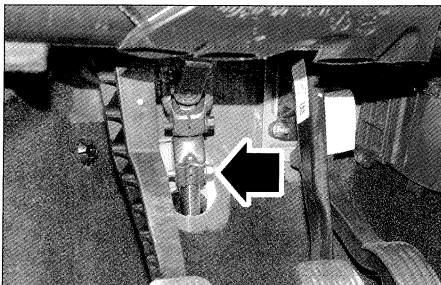

FIG. 6
• Aflojar el tornillo de fijación de columna de dirección en la cremallera (fig. 6).